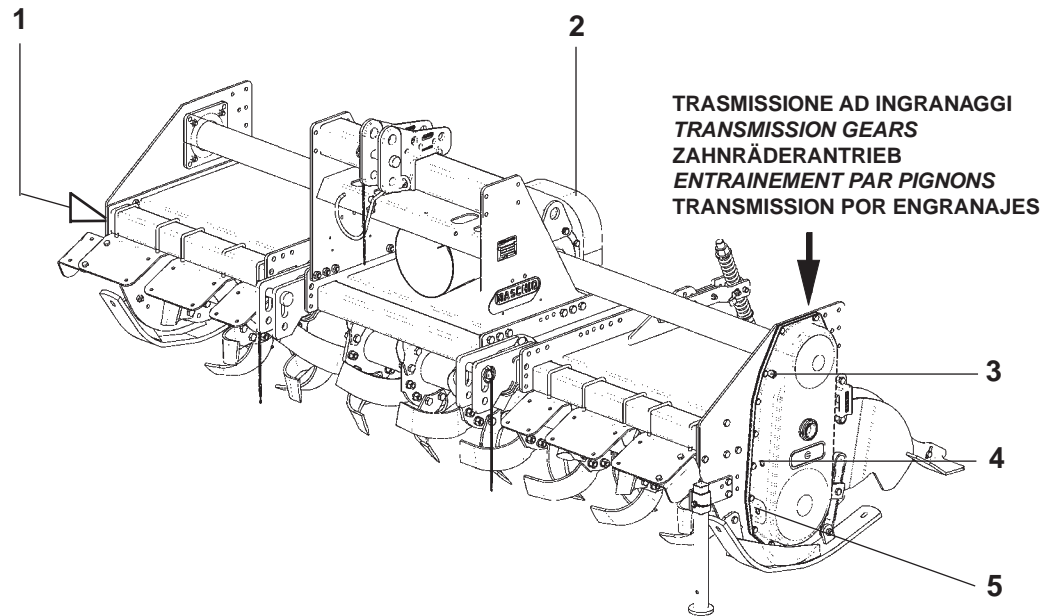

Fig. 33
- (4 Fig. 33).
- 33) et par le bouchon de vidange de la transmission (4 Fig. 33).